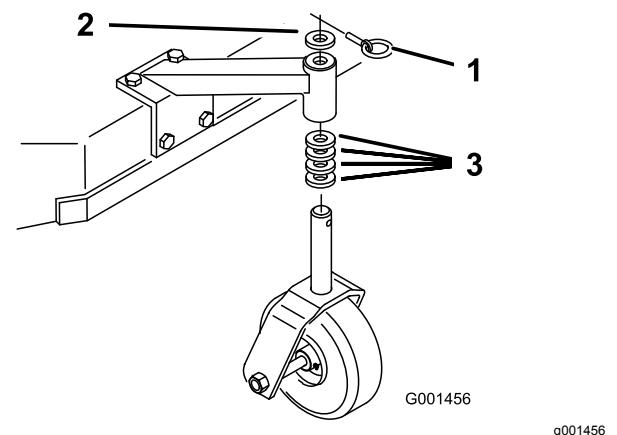

Figure 17
2. Retirez la goupille de verrouillage, sortez la roue pivotante de son support et changez les entretoises (Figure 17).
3. Mettez la roue pivotante en place dans le support et insérez la goupille de verrouillage (Figure 17).
1. En vous reportant à la Tableau des hauteurs de coupe \(page 23\), ajustez les entretoises des roues pivotantes en fonction du trou de réglage de l'essieu sélectionné (Figure 17).